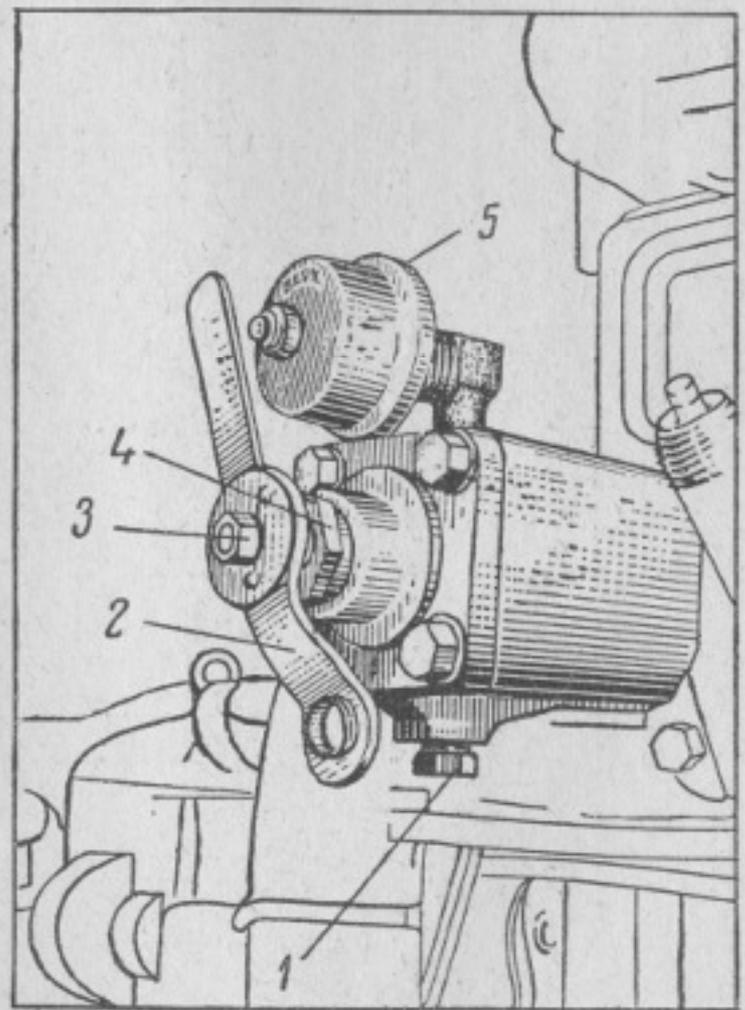

Abb. 21. Anordnung des Hauptstromfilters am Motor
schlußschraube 1 (Abb. 21) des Hauptstromfilters löst, gebe man mit Hilfe des Handgriffs 2 der Welle, die den Filtereinsatz trägt,  $1\frac{1}{2}$  bis 2 Umdrehungen gegen den Uhrzeigersinn.
2. Der Einsatz des Hauptstromfilters muß gereinigt werden, solange der Motor noch warm ist. Zu diesem Zweck wird der Handgriff 2 (Abb. 21) gegen den Uhrzeigersinn um 1,5–2 Drehungen verstellt, wobei gleichzeitig zu prüfen ist, ob der Mechanismus des Freilaufs zwischen Handgriff und Welle des Filtereinsatzes richtig funktioniert. Beim Drehen des Handgriffs gegen den Uhrzeigersinn muß sich die Mutter 3 der Welle mitdrehen. Dreht man den Handgriff im Uhrzeigersinn, so darf sich die Mutter nicht mitdrehen.